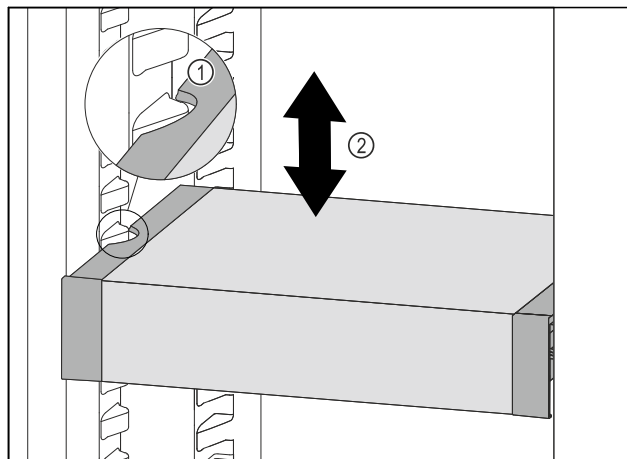

Fig. 133
- ▶ Dra VarioSafe framåt tills sidofördjupningarna på VarioSafe är i samma nivå som behållarlisterna i kyldelen. *Fig. 133 (1)*
- ▶ Förflytta VarioSafe uppåt eller nedåt i kyldelen tills önskad höjd har uppnåtts. *Fig. 133 (2)*